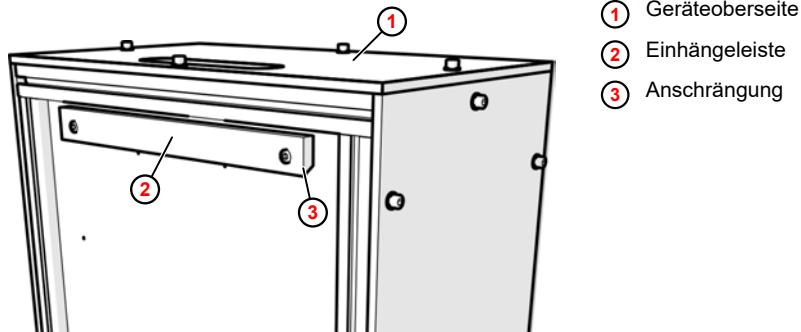
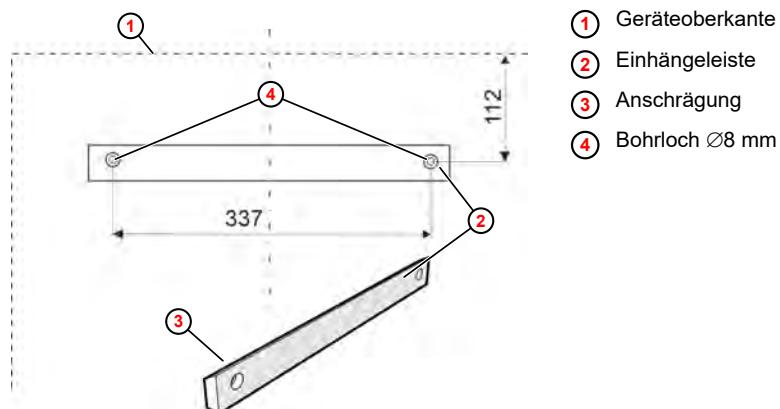

Abb. 6: Einhängeleiste am Gerät montiert
Abb. 7: Wandbefestigung montieren
2. ➤ Bohrlöcher gem. Abb. 7 an der Wand markieren und Löcher Ø8 mm bohren.
3. ➤ Einhängeleiste (2) mit der Anschrägung (3) nach oben an der Wand verschrauben.
4. ➤ Das Gerät mit einem Helfer mit der an der Rückseite montierten Einhängeleiste (Abb. 6, 2) auf die wandseitige Einhängeleiste (2) aufsetzen und ausrichten.